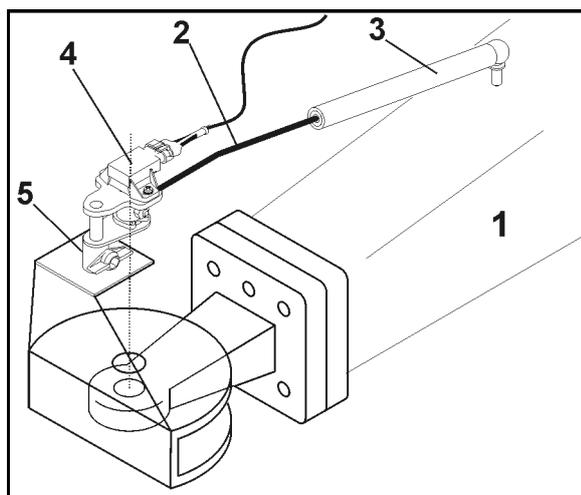

Рис. 37
Система ведения AutoTrail предназначена для автоматического управления движением агрегата при ведении его по одной колее с трактором и основана на определении углового положения дышла (Рис. 37/1) относительно направления движения трактора.
1. Вставьте штангу (Рис. 37/2) в пластмассовую втулку (Рис. 37/3).
2. Вставьте датчик угла поворота (Рис. 37/4) в крепление (Рис. 37/5).